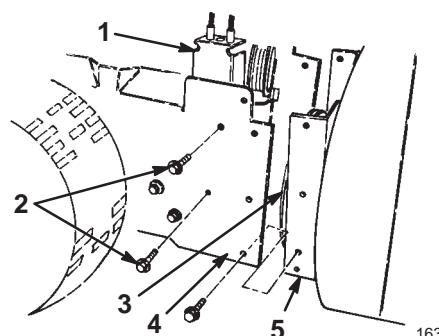

Bild 2
- Nehmen Sie die beiden Bundbolzen ab, mit denen die Spannscheibengruppe am Motorrahmen befestigt ist, und nehmen Sie die Spannscheibengruppe ab (Bild 2).
2. Richten Sie die Öffnungen im Gehäuse von Schnecke/Gebläserad auf die Öffnungen im Motorrahmen aus (Bild 2).
3. Legen Sie den Antriebsriemen für Schnecke/Gebläserad um die Gebläserad-Riemenscheibe (Bild 2).
5. Installieren Sie die Spannscheibengruppe, wobei die Spannscheiben auf die Antriebsriemen ausgerichtet werden müssen (Bild 2 und 31).